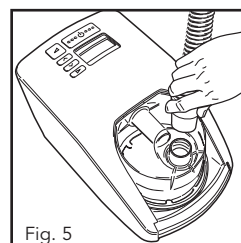
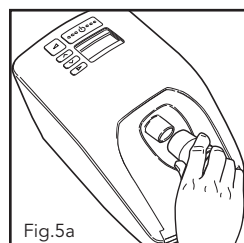

Fig. 5
Fig.5a
4. Une des extrémités du circuit possède un connecteur en plastique blanc. Brancher ce connecteur sur la sortie de la chambre d'humidification situé sur le dessus de celle-ci (Fig. 5) ou la sortie de la PPC (Fig. 5a).